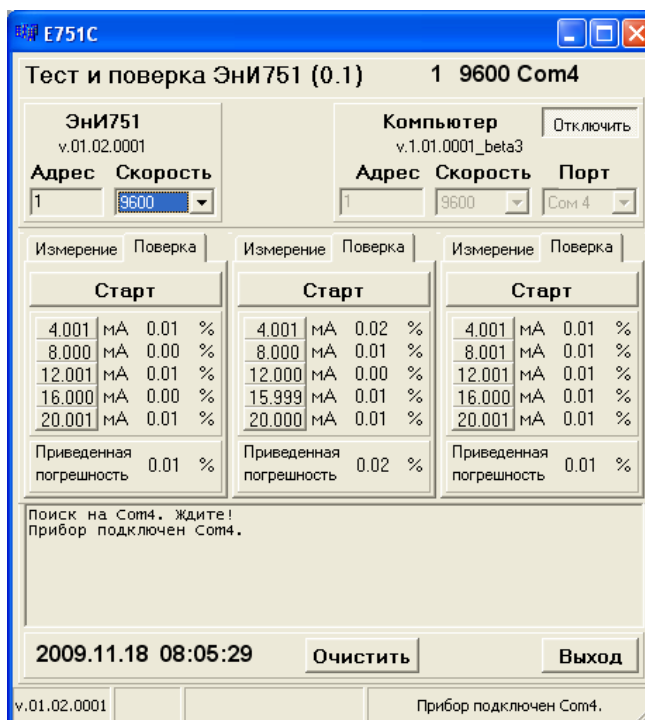

Рисунок 10 – Вывод результирующих значений
9.8.10. Повторить п.п. 9.8.7-9.8.9 при положениях переключателя SW1 2 и 3 (каналы 2 и 3). После завершения измерений во всех точках, рассчитанные результирующие погрешности появляются в окне программы, на вкладках соответствующих каналов (Рисунок 10).